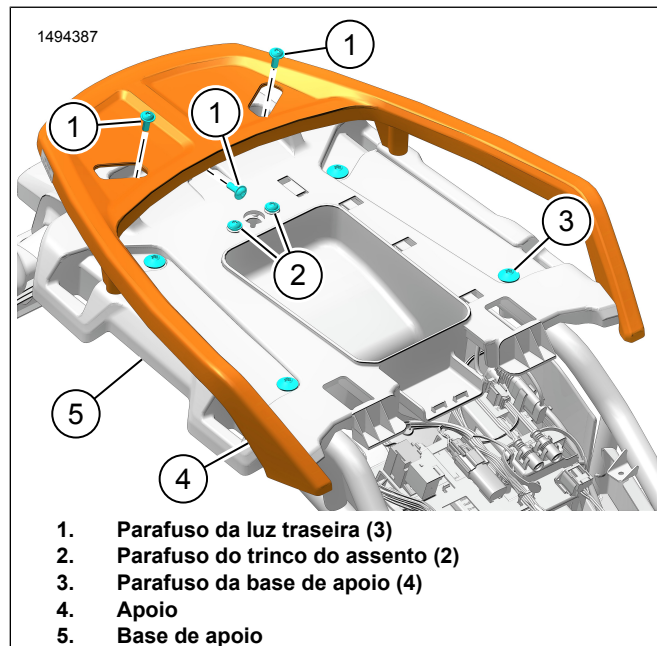
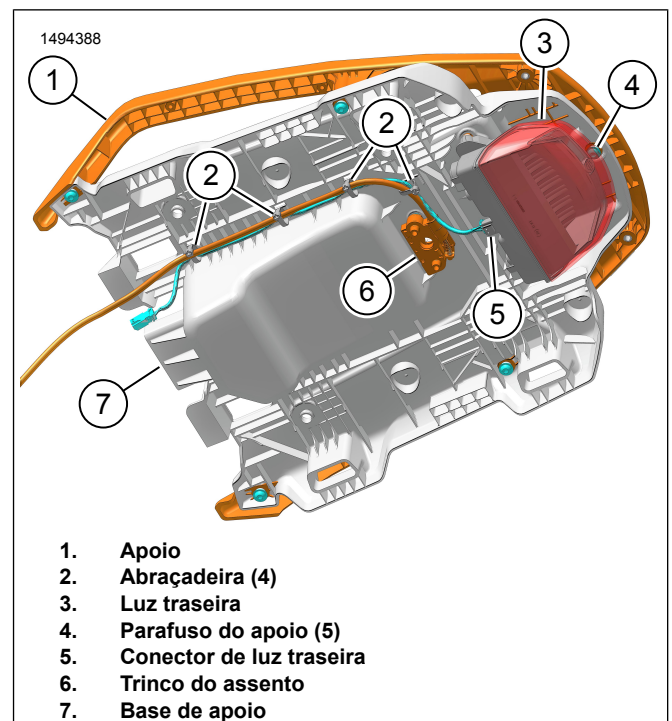
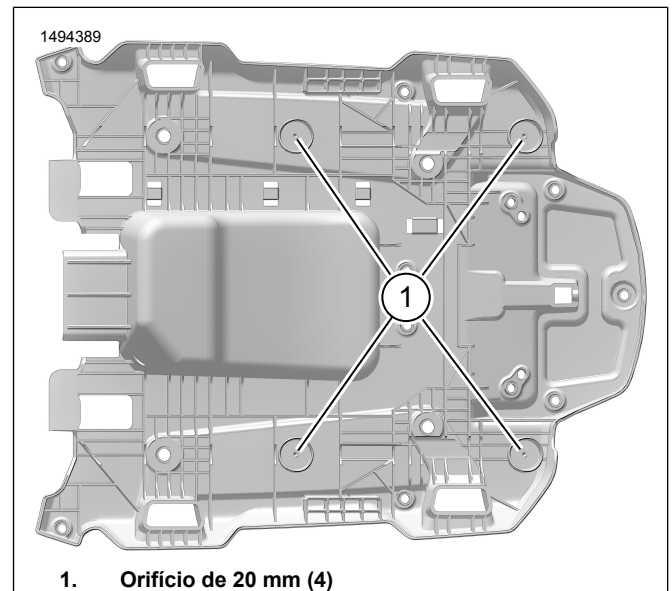

Figura 3. Pega para mãos
Figura 4. Desmontar a Base de Apoio
Figura 5. Orifícios da Base de Apoio
1. Ver a Figura 3. Remover os parafusos da base de apoio (3).
2. Ver a Figura 4. Remover e descartar as abraçadeiras (2).
3. Ver a Figura 4. Remover a luz traseira (3).
- a. Desligar o conector da luz traseira (5)
- b. Ver a Figura 3. Remover os parafusos (1).
4. Ver a Figura 4. Remover o trinco do assento (6).
- a. Ver a Figura 3. Remover os parafusos do trinco do assento (2).
5. Ver a Figura 4. Remover o apoio (1) da base de apoio (7).
- a. Remover o parafuso do apoio (4).
6. Ver a Figura 5. Perfurar orifícios passagem (1).
1. Ver a Figura 4. Montar o trinco do assento (6).
2. Ver a Figura 4. Instalar a luz traseira (3).
- b. Ligar o conector da luz traseira (5)
- 3. Ver a Figura 4. Encaminhar o cabo do trinco do assento e o chicote de fios da luz traseira. Fixar com as **novas abraçadeiras (2)**.